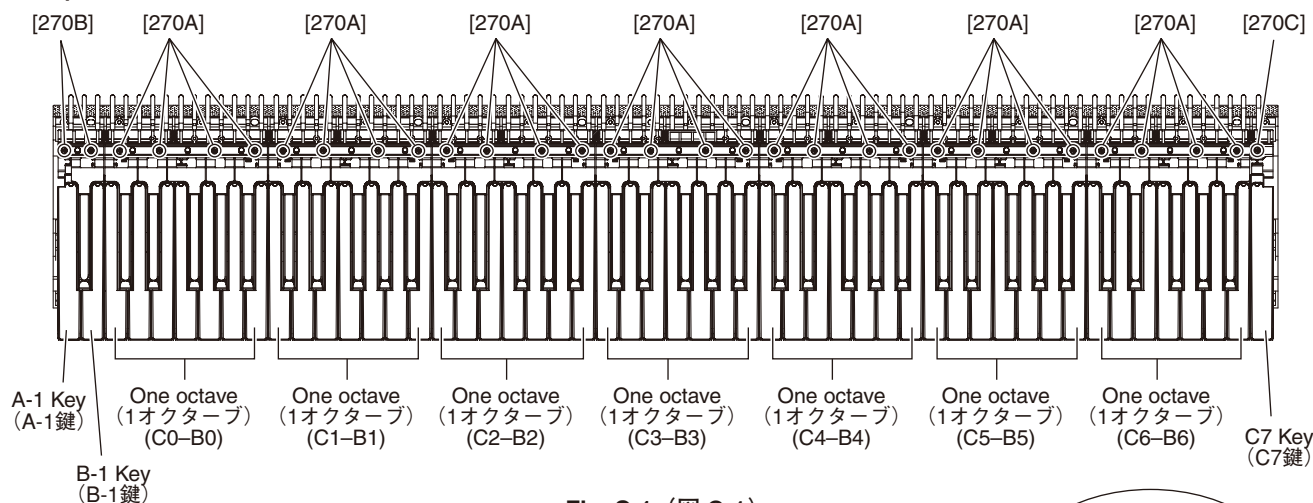
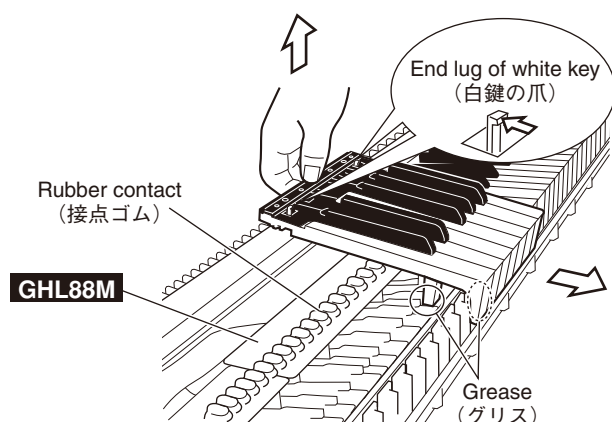

Fig. C-1 (図 C-1)
Fig. C-2 (図 C-2)
(Fig. C-1, Fig. C-2)
C-2. When removing white keys numbered as A-1 and B-1 key and black key, remove two (2) screws marked [270B] and then lift the back of the keys and slide the black and white keys towards you. (Fig. C-1, Fig. C-2)
C-3. When removing the C7 key, remove a screw marked [270C] and then lift the back of C7 key and slide it towards you. (Fig. C-1, Fig. C-2)
Note: When removing white key assembly and black key assembly, be careful not to allow grease to attach to the circuit board and rubber contacts, etc. (Fig. C-2)
各オクターブ (C ~ B) の白鍵 Ass'y と黒鍵 Ass'y を止めている [270A] のネジ 4 本を外し、白鍵のツメを後方に押しながら 1 オクターブ分の白鍵 Ass'y / 黒鍵 Ass'y を外します。このとき、白鍵 Ass'y / 黒鍵 Ass'y の後部を持ち上げてから、手前にスライドさせて取り外してください。(図 C-1、図 C-2)
C-2. A-1、B-1 鍵は、[270B] のネジ 2 本を外し、A-1、B-1 鍵の後方を持ち上げてから、手前にスライドさせて取り外します。(図 C-1、図 C-2)
C-3. C7 鍵は、[270C] のネジ 1 本を外し、C7 鍵の後方を持ち上げてから、手前にスライドさせて取り外します。(図 C-1、図 C-2)
注) 白鍵 Ass'y、黒鍵 Ass'y の取り外しの際、グリスが基板や接点ゴム等に付かないように注意してください。(図 C-2)